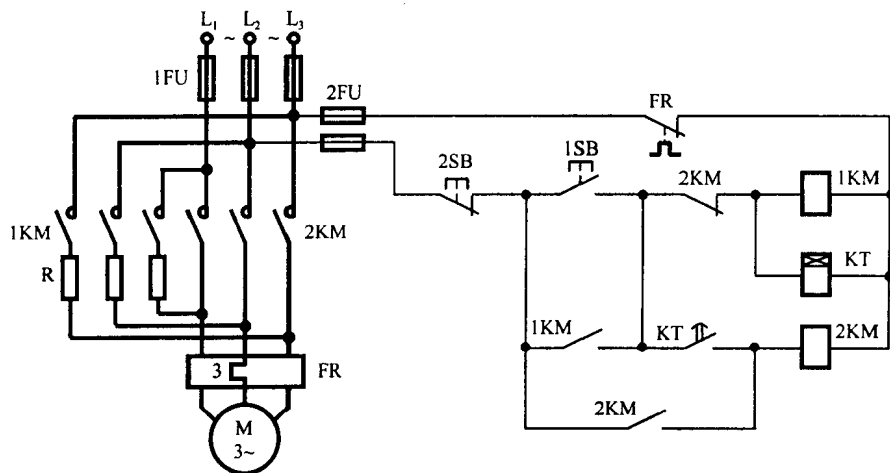

图 14.3.2
1. 试说明图 14.3.2 的控制功能(是什么控制电路), 并分析其工作原理(过程)。